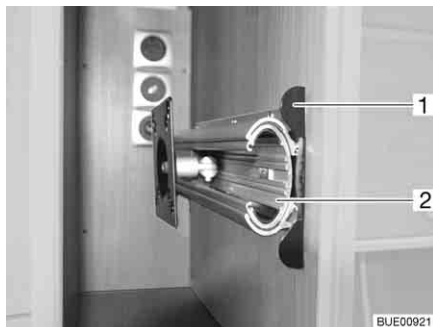

Bild 65 Fäste i TV-skåp
- Tryck in låslisten (Bild 65,1).
- Drag ut utdragsanordningen (Bild 65,2) till stoppläget.
- Skjut in utdragsanordningen (Bild 65,2), tills låslisten (Bild 65,1) hakar i.